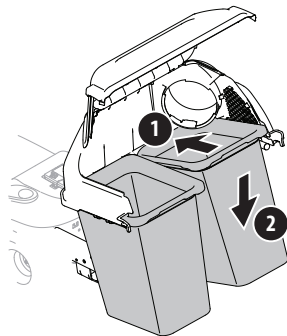

Figura 18
9. Instale ambos conjuntos de bolsas recolectoras de césped con los lados de engrane apretados hacia adelante, a las ménsulas de soporte de las bolsas insertando el borde delantero primero, como se muestra en la Figura 18, y manteniendo el borde trasero hacia abajo hasta que encaje en la unidad.